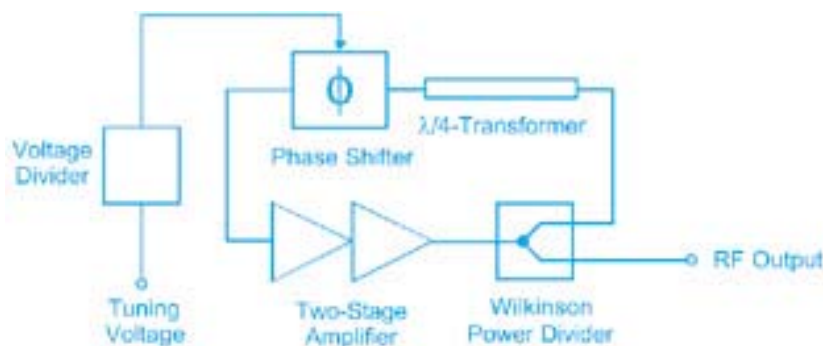

Рис. 5. Структурная схема управляемого генератора для диапазона частот 76-77 ГГц
**T625\_VCO2\_W [7]** — управляемый генератор в передающем канале радара. Структурная схема генератора приведена на рис. 5.